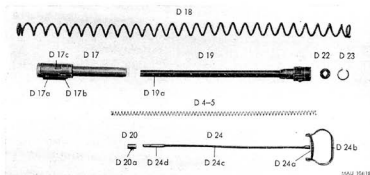

Abb. 18: MG 81; Aufzug; Einzelteile
- Aufzug (Abb. 18)
Aufzug (Abb. 18)